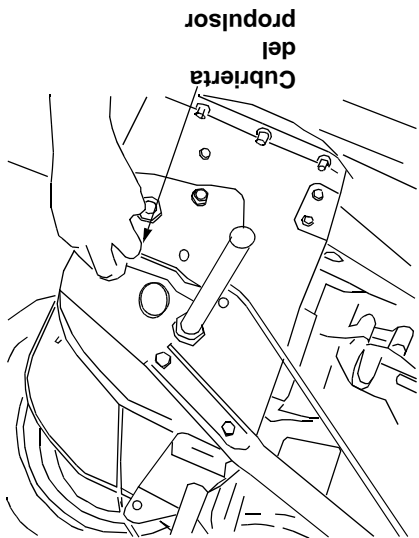

Figura 32
- Extraiga los cuatro tornillos que aseguran la cubierta del propulsor izquierdo al bastidor. Extraiga la cubierta del propulsor del lado del bastidor. Vea la figura 32.